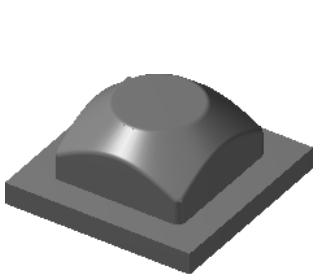

图 6.2 零件模型
Step1. 打开模型。选择文件 D:\mcx6.11\work\ch06\UPPER_VOL.MCX-6，系统进入加工环境，此时零件模型如图 6.2 所示。